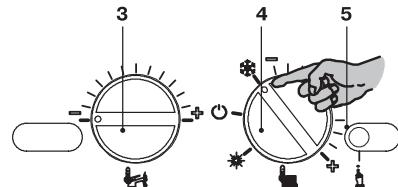

Рисунок 5.42
- Чтобы настроить частоту повторного включения котла, войдите в режим программирования, нажав и удерживая в течение 15 секунд кнопку сброса 5 (Рисунок 5.42), пока на ЖК-дисплее не появится параметр P01. На ЖК-дисплее последовательно отобразятся следующие символы (параметр P01 будет загораться поочередно с --- --).
- Нажмите кнопку сброса 5 (Рисунок 5.42) и пролистайте параметры до P10, предназначенного для настройки частоты повторного включения котла. На ЖК-дисплее последовательно отображаются следующие символы (параметр P10 будет загораться поочередно с 88).
- Чтобы изменить настройку, поверните регулятор температуры воды горячего водоснабжения 3 (Рисунок 5.42) и установите его на выбранное время (см. Рисунок 5.46: регулятор установлен на повторное включение через каждые 3 минуты).